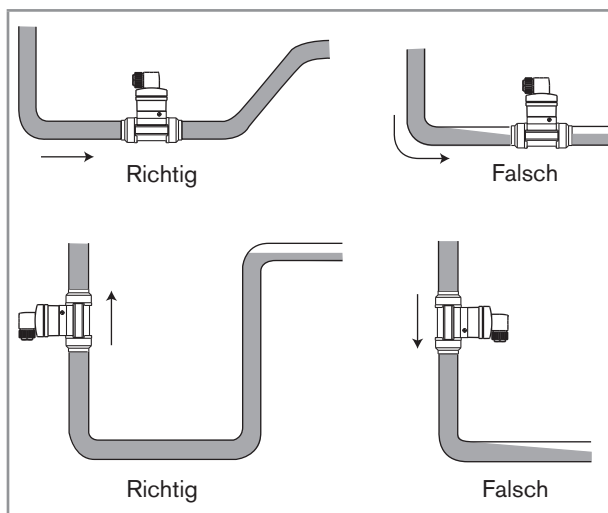

Bild 4: Zusätzliche Installationsempfehlungen
- Das korrekte Befüllen der Rohrleitung gewährleisten (siehe Bild 4).